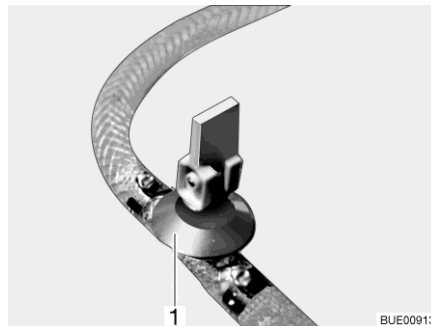
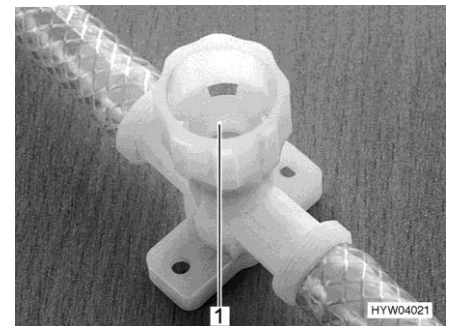

Bild 250 Avtappningskran (med vipparm)
Bild 251 Avtappningskran (med vred)
- Stäng alla avtappningskranar. Ställ för detta avtappningskranens vipparm (Bild 250,1) vågrätt eller vrid avtappningskranens kran (Bild 251,1) medurs.